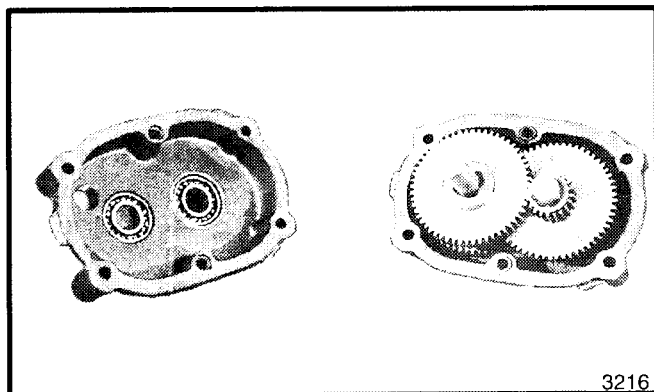

Abbildung 33. Zerlegtes Getriebegehäuse
5. Die verbleibenden Befestigungsteile entfernen. Merken Sie sich, welche Seite die Antriebsseite und welche die Abtriebsseite ist, damit sie wieder korrekt zusammengebaut werden können. Mit einem weichen Hammer auf die Laschen des Gehäuses klopfen, um die Dichtung zu brechen, und die beiden Hälften auseinander ziehen (siehe Abbildung 33).